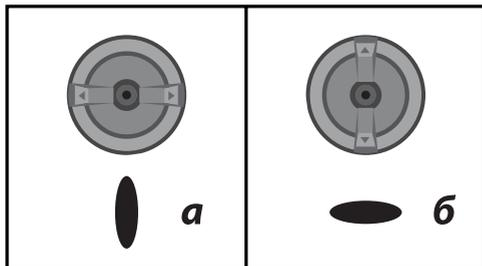

Рис. 2
7. Заправьте емкость (5) приготовленным материалом:
- а) горизонтально - для формирования вертикального факела при окраске вправо-влево (Рис. 2а);
- б) вертикально - для горизонтального факела при окраске вверх- вниз (Рис.2б);